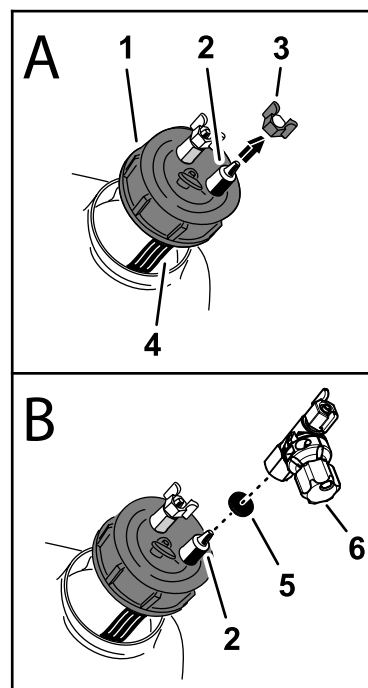

Figura 1
1. Localizai capacul negru al rezervorului la capătul ansamblului rezervorului de marcatorului de spumă (Figura 1).
2. Deurubai capacul rezervorului i ridicai-l de pe rezervor suficient pentru a vedea tubul albastru al filtrului (**Figura 1**).
3. Îndepărtai piulia de compresie albastră de la fittingul de pe capacul rezervorului **conectat** la tubul albastru de filtrare din interiorul rezervorului (**Figura 1**).
4. Instalai supapa de reglare montată pe capac i garnitura pe fittingul capacului rezervorului i poziionai supapa aa cum se arată în **Figura 1**.